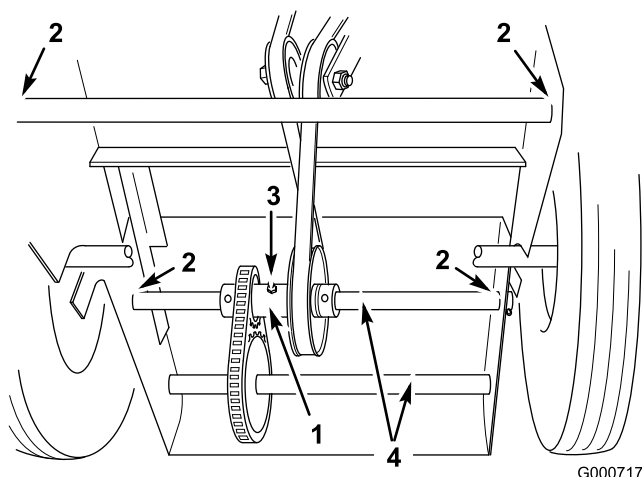

Figura 25
- dove il supporto delle ruote anteriori gira nella base del motore (Figura 25)
- dove gli alberi di trazione posteriori girano nella base del motore (Figura 25)
Lubrificare il gruppo tendicinghia posteriore con grasso universale n. 2 ogni 25 ore di servizio, o più sovente in ambienti polverosi o sabbiosi (Figura 25). Pompate del grasso nel raccordo finché non fuoriesce dai cuscinetti.